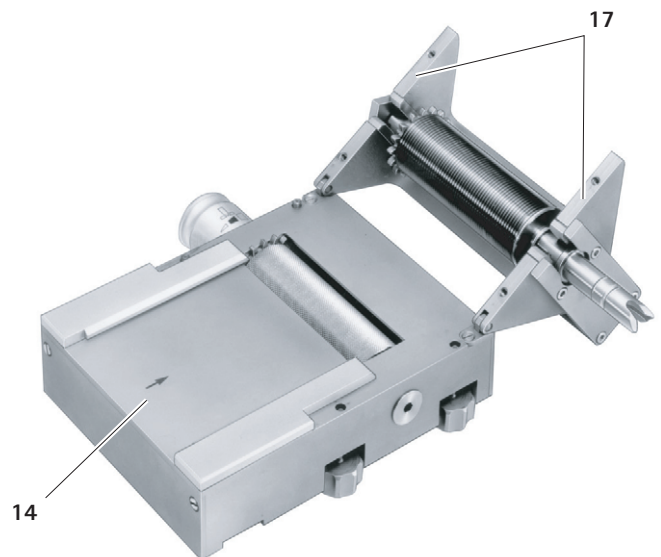

Abb. 2
- ▶ Oberteil **17** aufklappen, siehe Abb. 2.
- Oberteil 17 auf das Unterteil 14 klappen, siehe Abb. 2.